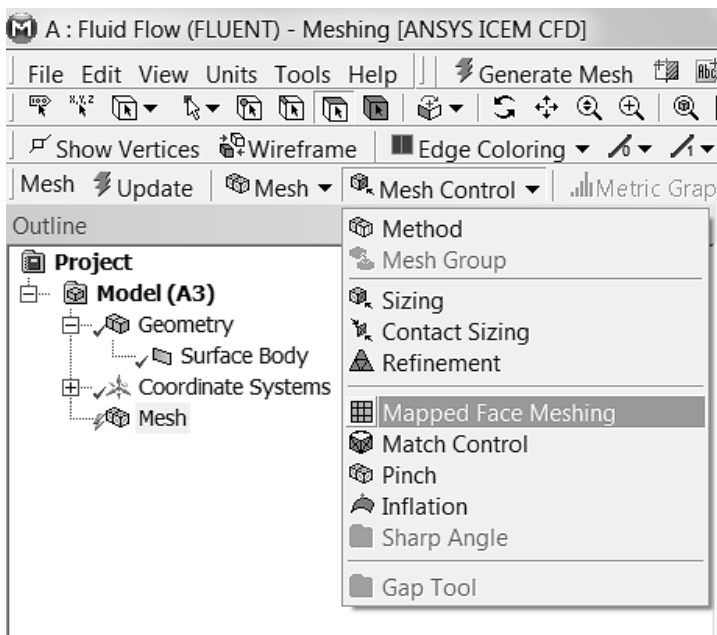

Рис. 2.8
- 2) Применяем стиль Mapped Face Meshing. Чтобы включить этот стиль выполняю последовательность Mesh Control→ Mapped Face Meshing, рис. 2.8.